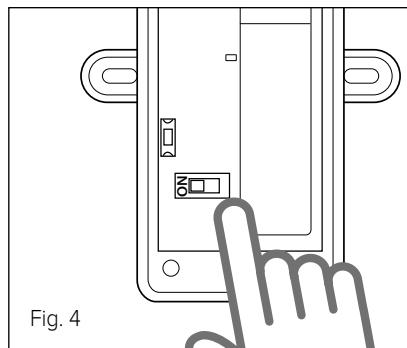

Fig. 4
- Réglér le minirupteur sur la carte de la sonde extérieure sur la position **ON** (Fig. 4).